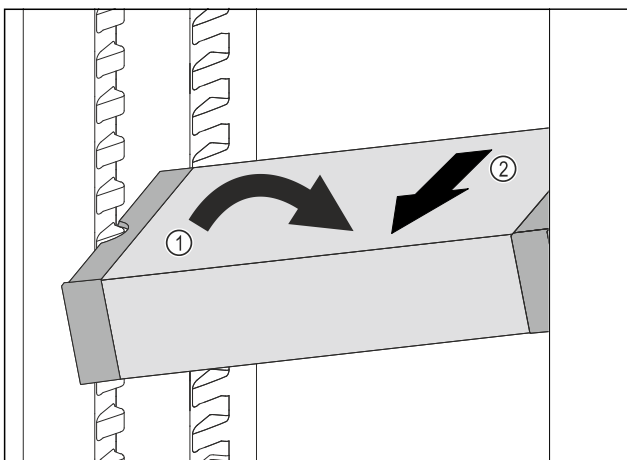

Fig. 126
- ▶ VarioSafe im Kühlteil schräg stellen. Fig. 126 (1)
- ▶ VarioSafe nach vorne entnehmen. Fig. 126 (2)